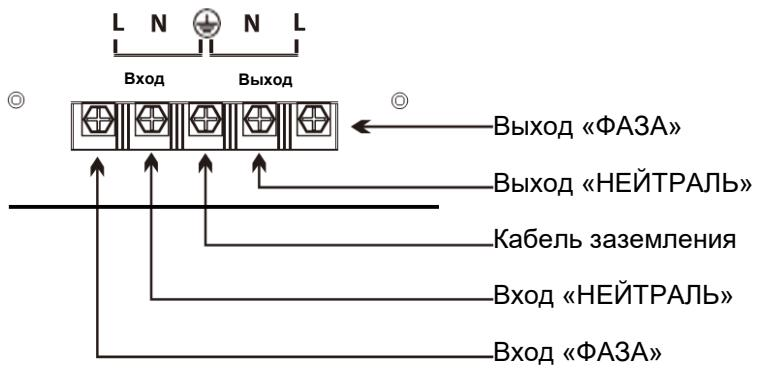

Рисунок 6. Клеммная колодка для подключения нагрузки и питания стабилизатора (выход и вход переменного тока).
- Подключите устройства (нагрузку) к выходным разъемам стабилизатора, см. Рисунок 6.
- Подключите питание (сеть перем.тока) к входным разъемам стабилизатора, см. Рисунок 6.